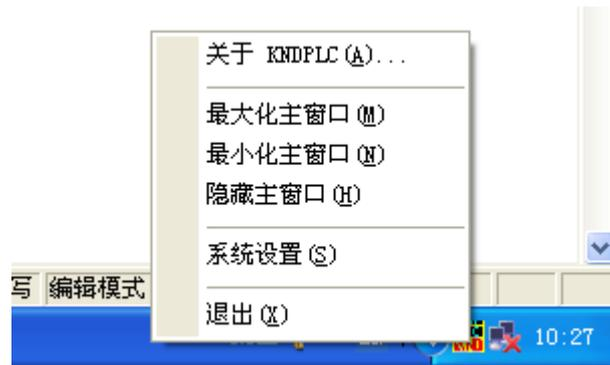

图 6.2 系统参数设置
- (1) 当前没有活动视图时，单击“帮助”菜单的“系统设置”菜单项；
- (2) 当前有活动视图时，单击“工具”菜单的“系统设置”菜单项；
- (3) 在“系统通知区”小图标上右键单击，选择“系统设置”菜单，如下图 6.2 所示：